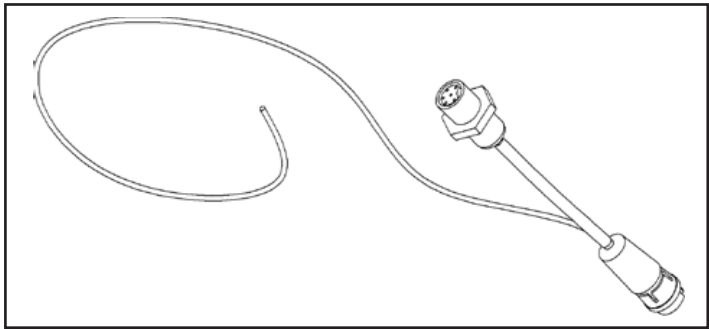

FIGURE 5A
6. Sortie 4-20 mA (en option) : Pour ceux qui veulent pouvoir transmettre, à l'aide d'un signal 4-20 mA, les données sur l'intensité UV à un lieu éloigné, un câble "Y" de 20 mètres de long (65 pi) est vendu en option chez votre détaillant (Figure 5A). Pour l'obtenir, commander le câble no 260134. Pour l'installer, vous devez premièrement débrancher le câble original du capteur du contrôleur Silver "Plus" (Figure 5B) et y brancher le nouveau câble "Y" (Figure 5C). Ensuite, brancher l'extrémité mâle du câble original du capteur à l'extrémité femelle du nouveau câble "Y" ; Finalement, brancher le câble 4-20 mA à l'appareil approprié et s'assurer que tous les raccordements sont bien serrés.